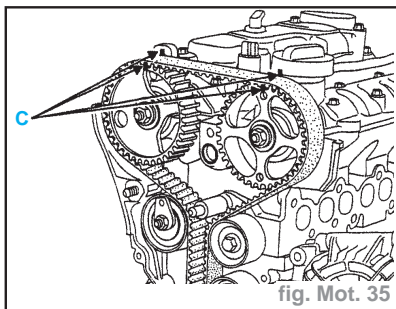

fig. Mot. 35
- Effectuer un repérage (C) des poulies des arbres à cames par rapport aux carters chapeaux paliers d'arbres à cames (fig. Mot. 35).
- Effectuer deux tours de vilebrequin dans le sens horaire (côté distribution), puis piger le vilebrequin juste avant la fin des deux tours en alignant les repères des poulies des arbres à cames et des carters chapeaux paliers d'arbres à cames qui ont été précédemment tracés (fig. Mot. 35).
- Effectuer un repérage (C) des poulies d'arbres à cames par rapport aux carters chapeaux paliers d'arbres à cames (fig. Mot. 35).
- Piger le vilebrequin en alignant les repères des poulies des arbres à cames et des carters chapeaux paliers d'arbres à cames qui ont été précédemment tracés, ceci afin d'assurer que la pige se trouve bien dans le trou de la pige et non dans le trou d'équilibrage du vilebrequin (fig. Mot. 35).